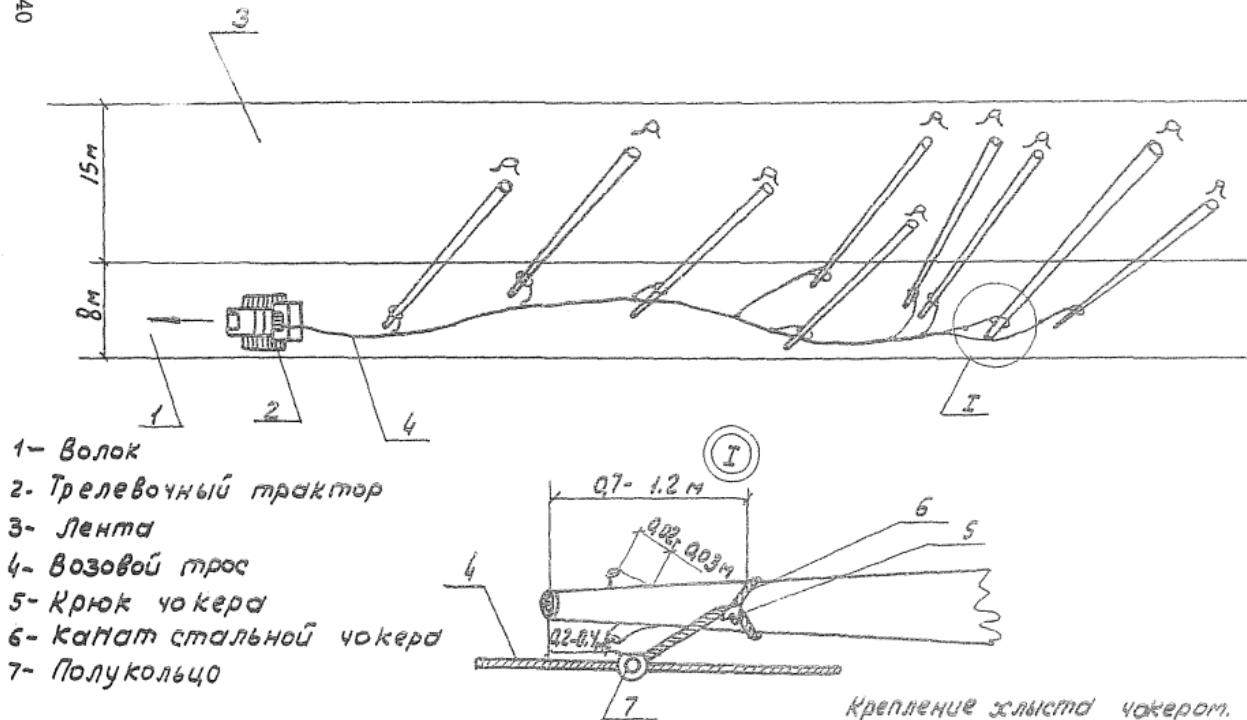

Рис. 5-1 Схема формирования волок при тяголевке хлыстов за вершины.
Схема формирования воза показана на рис. 5-1.
2.4.4. Произвести чокеровку на расстоянии 0,7-1,2 м от среза вершины. Для предотвращения соскальзывания чокеров на вершинах при обрезке сучьев оставляют мутовки из двух-трех сучьев длиной 2-3 см на расстоянии 0,2-0,4 м от вершины (рис. 5-1).